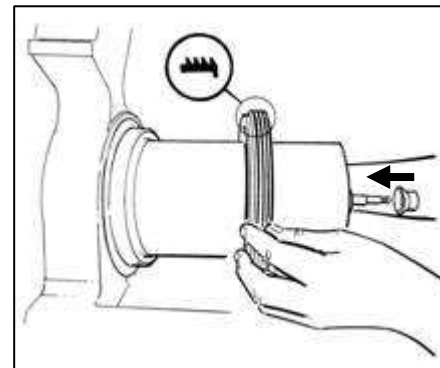

Abb. 22
- Schieben Sie die hintere Behälterdichtung wie in Abb. 22 dargestellt und die vordere Saugdichtung auf.